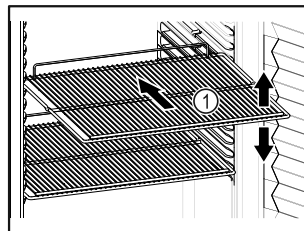

Fig. 56 Приблизне відображення
- Якщо решітки для зберігання Fig. 56 (1) знімні, відрегулювати по висоті.